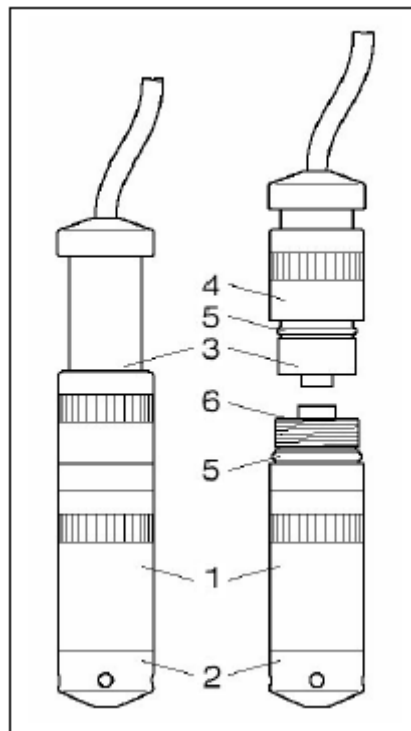

Рисунок 2.
Датчики LMP 308, LMP 308i и LMP 808 имеют разъемное кабельное соединение. Для отсоединения кабельной части (см. рисунок 2), отверните накидную гайку (4), при этом, следите за тем, чтобы корпус кабельной части (3) не проворачивался относительно корпуса датчика (1).